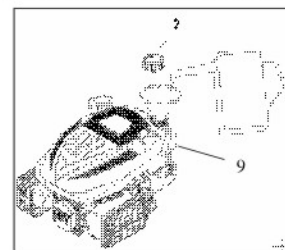

Abb. 5
1. Entfernen Sie die Kappe (2) vom Kraftstofftank.
2. Füllen Sie den Tank bis zur Füllstandgrenze am Hals des Tanks (9) mit Benzin. (Abb. 5)